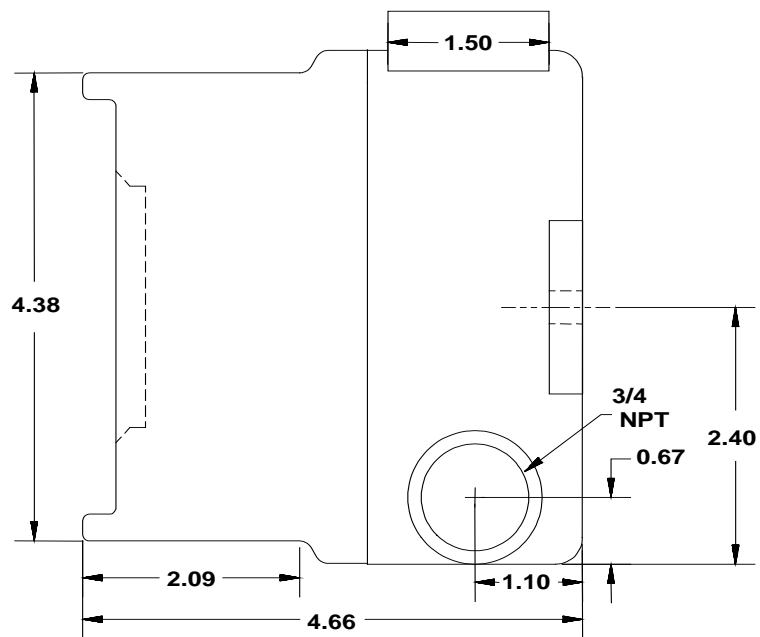

Figura 6: Caja del detector modelo SS4-A/-A2, vista lateral
- Introduzca los cables en la base de la caja metálica a través de una de las aperturas del conducto. Consulte la figura 6.
- Introduzca los cables del relé en la base de la caja del detector a través de una de las aperturas del conducto. Consulte la figura 6.